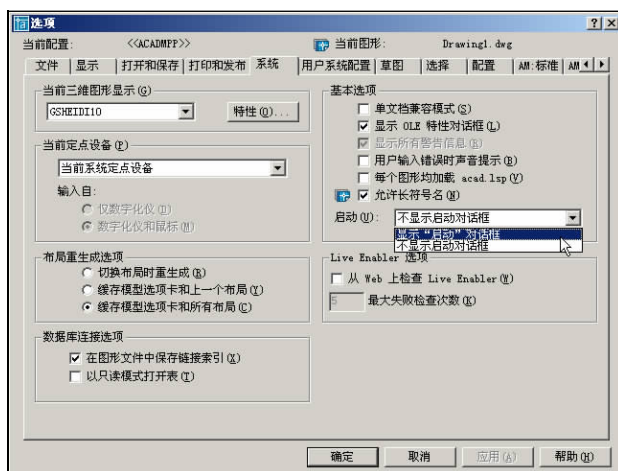

图 2-1 “选项”对话框
(1) 选择“辅助”|“选项”菜单项，或者在命令行中输入 OPTIONS 并按【Enter】键，弹出“选项”对话框。
(2) 单击“系统”选项卡，选择“启动”下拉列表框中的“显示‘启动’对话框”选项，如图 2-1 所示。单击“确定”按钮，保存设置。